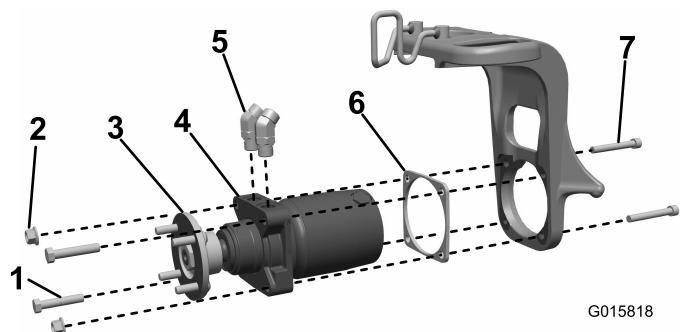

Figura 3
1. Instale as uniões hidráulicas de 45° no motor da roda e oriente-as aproximadamente como se mostra na Figura 3. Deixe as uniões soltas.
Instale o conjunto da roda do motor e o calço calibrado na forquilha giratória (colocando o calço entre o motor e a forquilha giratória) e prenda com 2 parafusos de cabeça cilíndrica (1/2 x 3 3/4 pol.), 2 parafusos (1/2 x 2 1/2 pol) e 2 porcas de bloqueio (Figura 3)